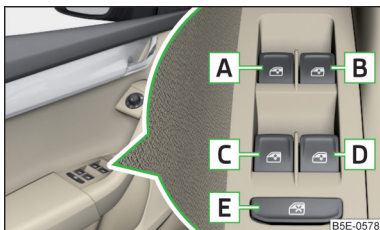

Fig. 57
Touches des lève-vitres » fig. 57.
- Une fois la portière du conducteur ou du passager ouverte, l'utilisation confortable de la vitre est possible uniquement à l'aide du bouton **A** » fig. 57, en appuyant ou en tirant sur ce dernier pendant 2 s.
➤ **ou :** Coupez le contact, ouvrez la porte du conducteur et maintenez le bouton  en position ouverte jusqu'à la butée » **fig. 57 à la page 71.**
- **ou :** Coupez le contact, ouvrez la porte du conducteur et maintenez le bouton  en position fermée jusqu'à la butée » **fig. 57 à la page 71.**